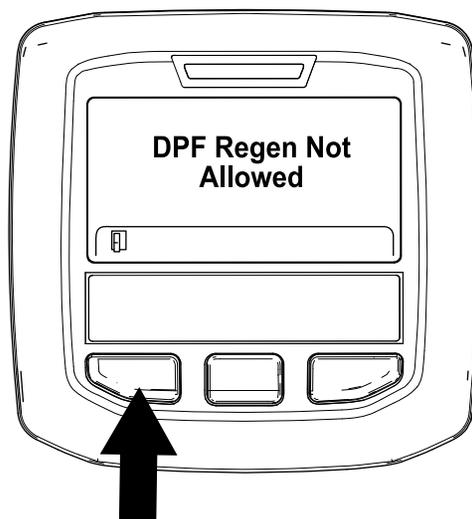

Рисунок 41
- Если компьютер двигателя не разрешил процесс регенерации, на дисплее инфо-центра появится сообщение «DPF Regen Not Allowed» («Регенерация фильтра DPF не разрешена») (Рисунок 41). Для перехода на главный экран нажмите левую кнопку.